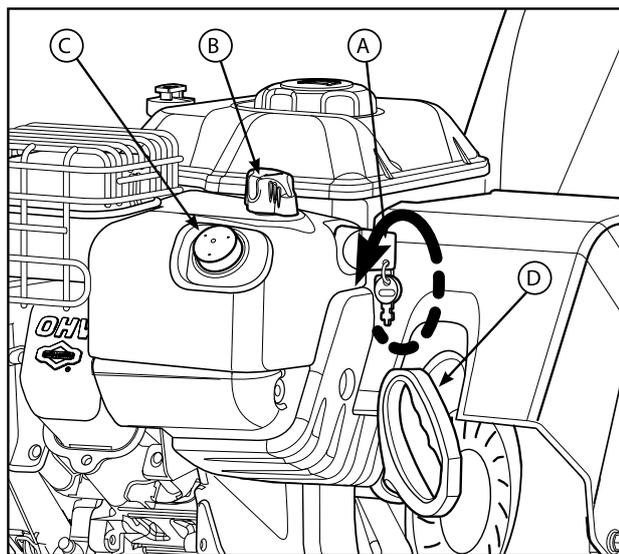

Рис. 5
3. Вставьте ключ ВКЛ/ВЫКЛ (А, рис. 5) и поверните его в положение ВКЛ, либо вставьте ключ зажигания (в зависимости от комплектации).
6. Ручной старт: Крепко возьмитесь за ручку пускового троса (D, рис. 5). Медленно потяните за ручку, пока не почувствуете сопротивление и тогда держите.